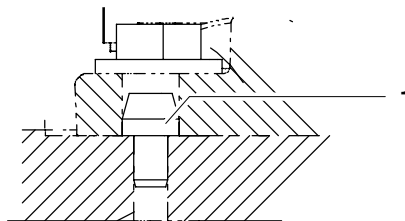

Fig. 47 Pieds de centrage et boulons d'appui
- (1) Vérifier les pieds de centrage et les boulons d'appui (Fig. 47/1) pour s'assurer qu'ils sont bien serrés et non endommagés.